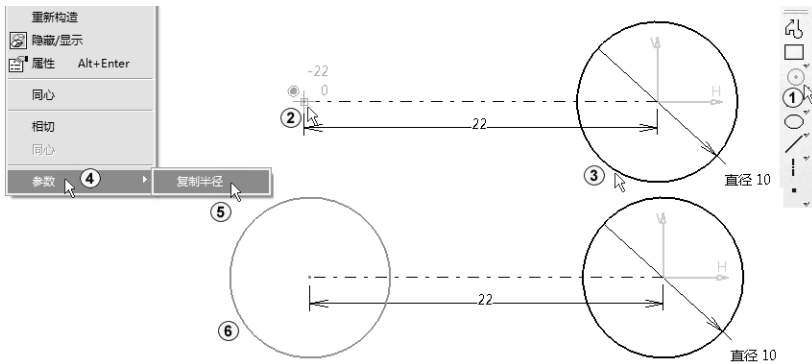

图 2-21 绘制另一个圆
单击“圆”工具栏中的“圆”按钮，用鼠标指针捕捉原点，如图 2-21 中①②所示。然后右击已知圆，选择“参数”→“复制半径”命令，这样便生成一个和已知圆直径相同的另一个圆，如图 2-21 中③~⑥所示。